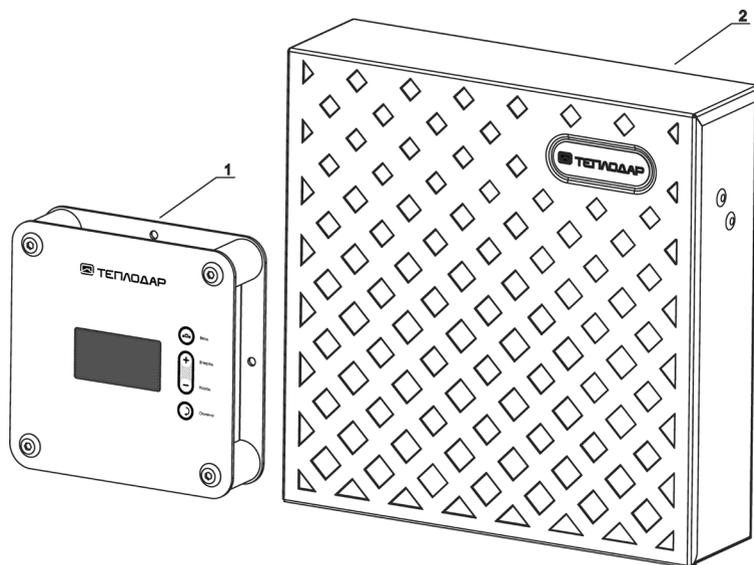

Рисунок 1. Основные компоненты пульта управления электрокаменками Comfort AIR+
- Панель управления, имеющая в своем составе дисплей, а также органы управления вводом информации (рис.1, поз.1)
- Блок мощности, обеспечивающий управление нагрузкой (рис.1, поз.2)